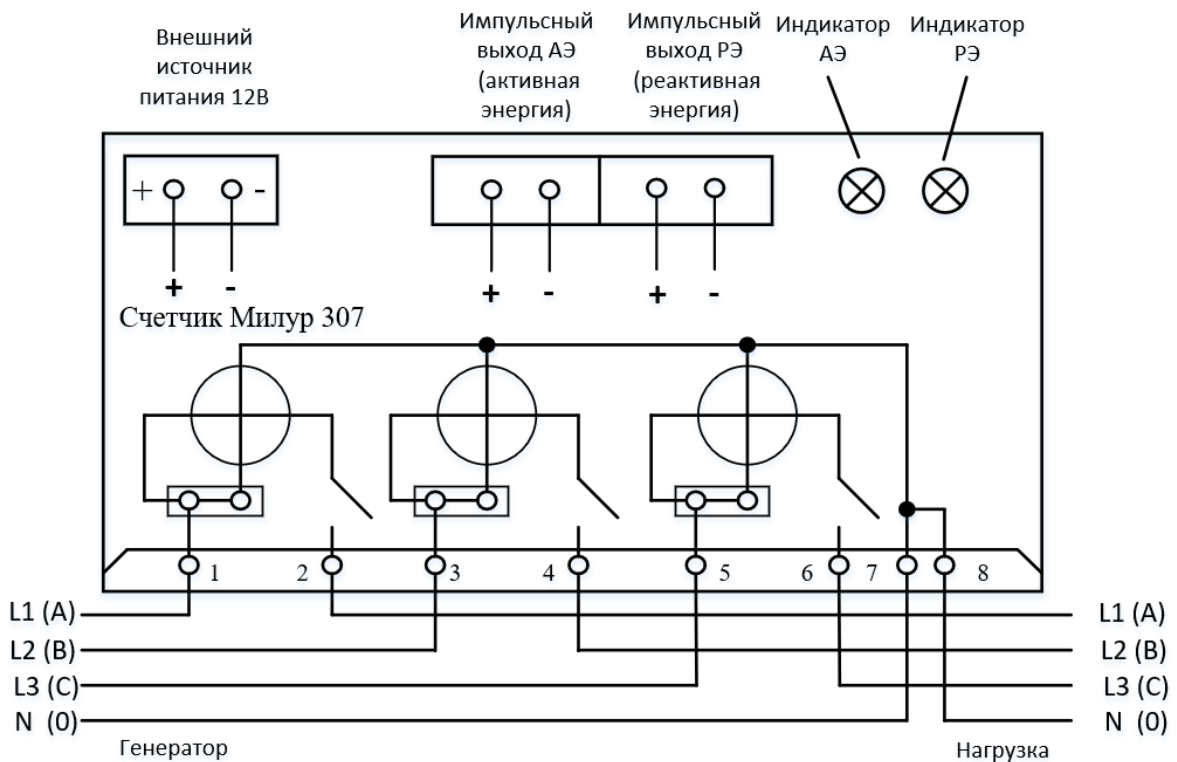

Рисунок 9А - Схема подключения счетчика в корпусе SPLIT. Непосредственное включение с реле
- 5.5 Подключение проводов к силовым клеммам производить в соответствии со схемами, приведенными на крышке счетчика и на схеме (рисунок 9А).